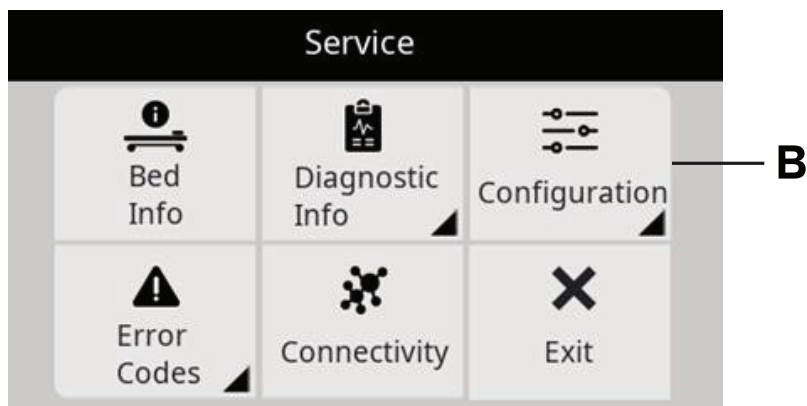

図 5 – ProCuityサービスメニュー
3. サービスメニューを表示し、設定 (B) を選択します (図 5)。